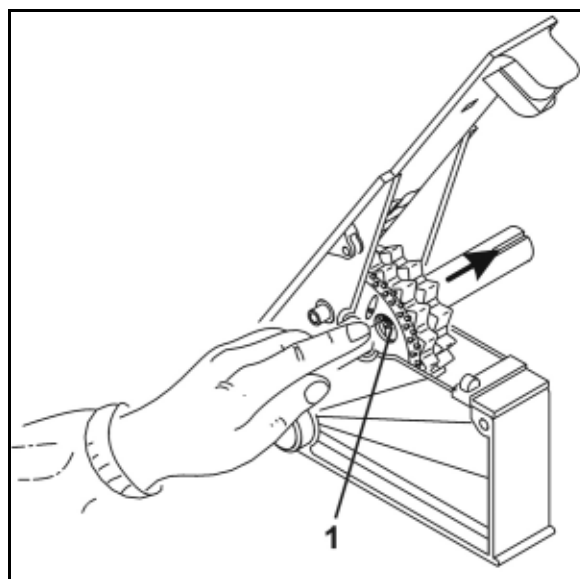

Fig. 31
1. de instelhendel van de aandrijfkast zo vaak op en neer bewegen, tot de stiftgaten (Fig. 31/1) in de fijn zaairaderen zichtbaar zijn.